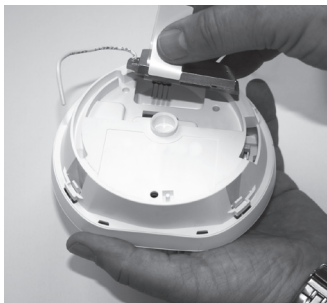
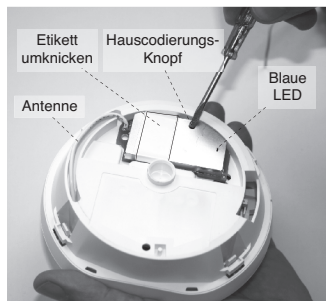

Bild 1
Bild 2
Es wird empfohlen, die Antennen aller funkvernetzten CO-Warntmelder (siehe Bild 2) so weit möglich in der gleichen Richtung auszurichten (d. h. idealerweise parallel). Dazu bestimmt man einen Teil des Gebäudes als Orientierung, z. B. die Fassade, und richtet dann alle Montageplatten in der gleichen Weise zur Fassade aus.
2. Nehmen Sie das Funkmodul aus der Verpackung und setzen Sie es vorsichtig in die Rückseite des CO-Warntmelters ein (siehe Bild 1). Etikett umknicken und Antenne in den dafür vorgesehenen Schlitz stecken (siehe Bild 2).
3. Bevor der Warntmelder auf der Montageplatte montiert wird, halten Sie den Hauscodierungs-Knopf auf der Rückseite des Funkmoduls gedrückt, bis die blaue LED aufleuchtet (siehe Bild 2), anschließend loslassen.